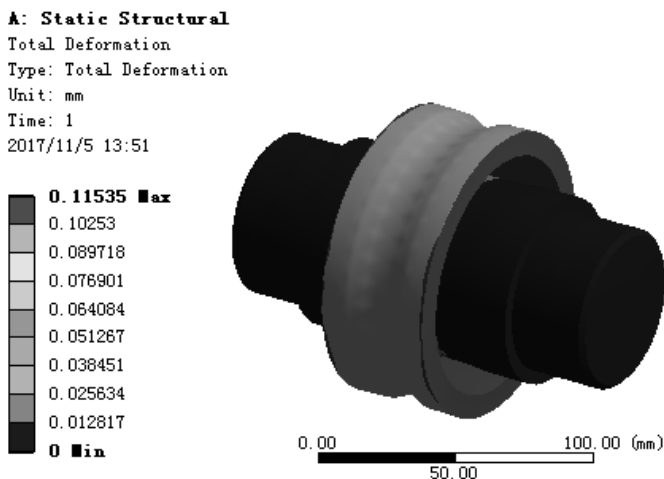

图 7.6.37 位移变形结果图解
(3) 查看位移结果图解。在“Outline”窗口中选中  Total Deformation, 查看图 7.6.37 所示的位移变形结果, 其最大位移为 0.11535mm。